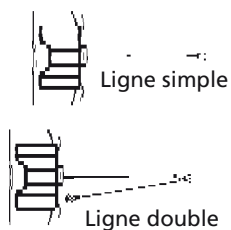

Figure 2
1. La charge nominale maximale concerne la couche du câble métallique située le plus près du tambour. NE SURCHARGEZ PAS. NE TENTEZ PAS DE TIRER UNE CHARGE LOURDE PENDANT UNE DURÉE PROLONGÉE. Toute surcharge pourrait endommager le treuil et/ou le câble métallique et engendrer des conditions d'utilisation dangereuses. POUR LES CHARGES DÉPASSANT DE 1/2 LA CAPACITÉ NOMINALE, NOUS RECOMMANDONS D'UTILISER LA MOUFFLE EN OPTION AFIN DE DOUBLER LE CÂBLE MÉTALLIQUE (Figure 2). Cela réduit la charge sur le treuil et la tension sur le câble métallique d'environ 50 %. Fixez le crochet sur la partie porteuse. **Le moteur du véhicule doit fonctionner pendant l'utilisation du treuil.** En cas d'utilisation importante du treuil pendant que le moteur est éteint, la batterie pourrait devenir trop faible pour redémarrer le moteur.